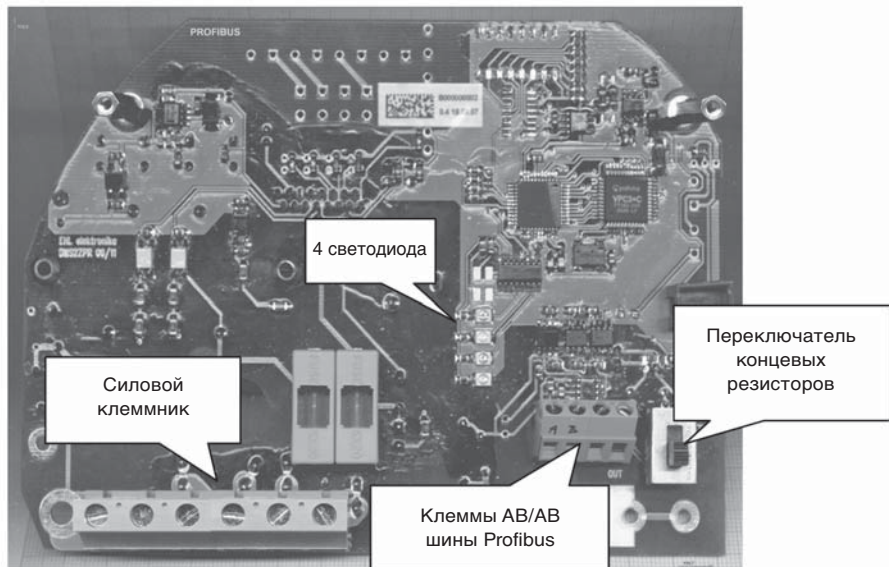

Рис. 1: Плата управления DMS2.PT
Светодиоды индикации доступны после снятия защитной панели в клеммной коробке (см. Рис. 1). Для анализа в них нет строгой необходимости – состояние диодов PROFIBUS ERR и CAN ERR соответствует ошибкам деятельности Fieldbus (27) и Fieldbus (25), которые система показывает на дисплее или в сервисной программе в ПК.